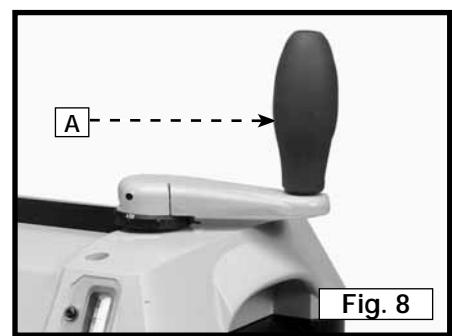

Fig. 8
3. Gire el mango (A) hasta la posición de funcionamiento de la manera que se muestra en la Fig. 8.